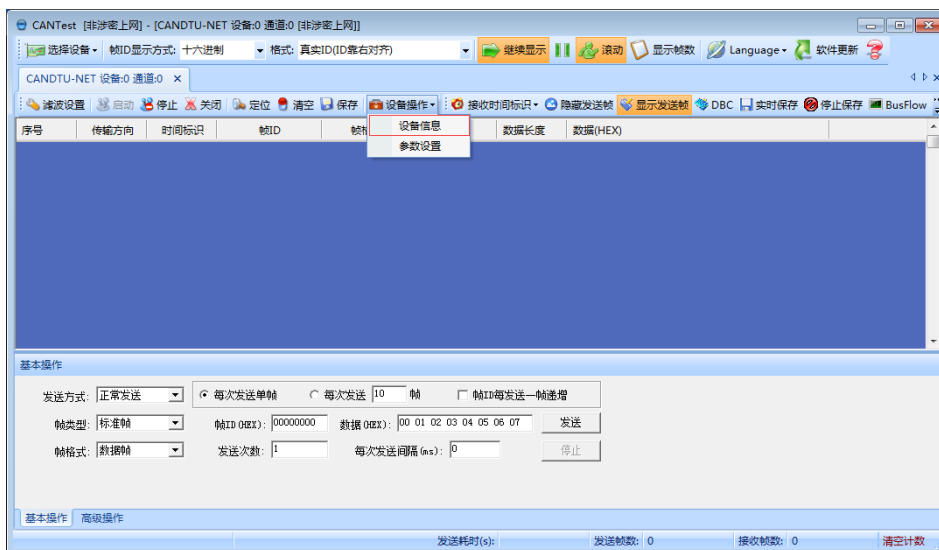

图 4.39 设备信息选择
3) 等待设备连接，也可打开“设备操作”项下“设备信息”查看当前连接的设备信息，如图 4.39 所示